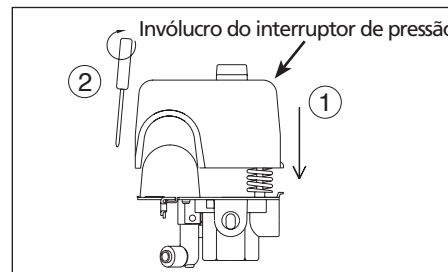

Figura 5
5. Instale o invólucro do interruptor no corpo do interruptor (Veja a Figura 5).